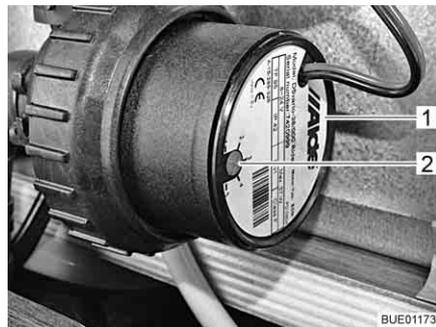

Fig. 186 Riduzione del numero di giri
Con il pomello girevole (Fig. 186,2) è possibile impostare il numero di giri della pompa di circolazione. A un numero di giri ridotto i rumori prodotti dal funzionamento della pompa si riducono.
Il pomello girevole si trova sulla pompa di circolazione (Fig. 186,1).
- Ruotare il pomello girevole (Fig. 186,2) in senso antiorario. La potenza diminuisce.